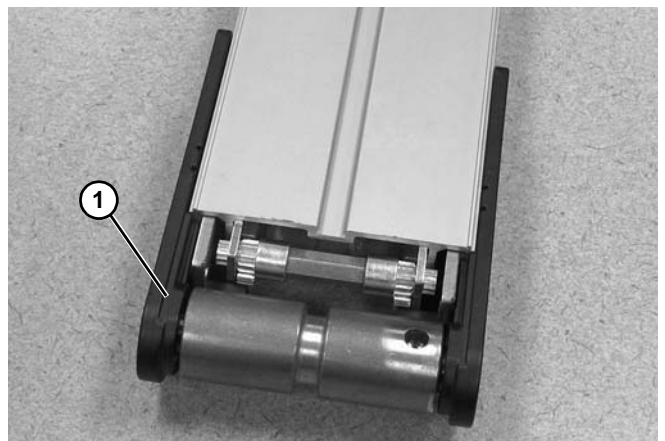

Figura 109
11. Vuelva a instalar el cabezal tensor deslizando el conjunto del cabezal (**Figura 109, artículo 1**) totalmente de nuevo hasta el interior del armazón del transportador.